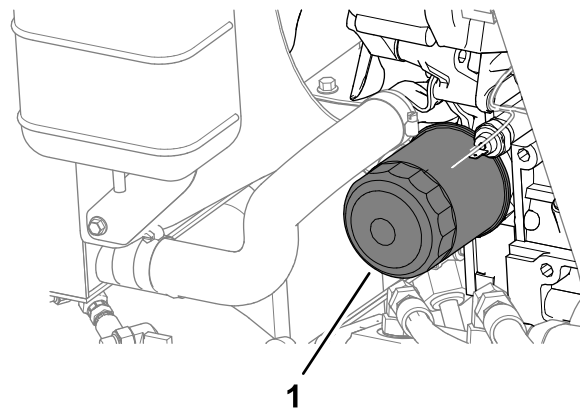

Figura 71
4. Retire el filtro de aceite (Figura 71).